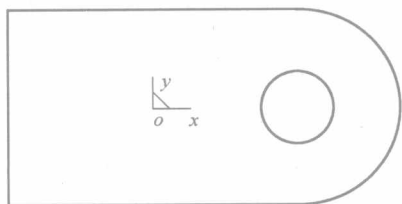

图 2-2 步骤 (3) 图形
- (1) 单击“矩形”按钮 ，在 xy 面绘制一长为 100、宽为 70 的矩形。
- (2) 单击“圆”按钮 ，拾取右侧竖直线中点为圆心，拾取竖直线终点为圆上点，生成 $R35$ 圆，使用键盘输入 12.5，生成 $\phi 25$ 的同心圆。
- (3) 对图形进行裁剪和删除操作，结果如图 2-2 所示。